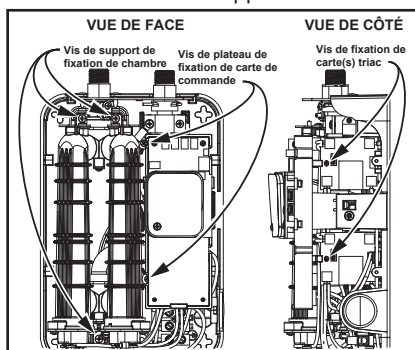

Figure 30 - Emplacement des vis de fixation.
**5** Trouver et retirer toutes les vis de fixation (7 au total) à l'aide d'un tournevis Phillips. Voir Figure 30. **IMPORTANT :** Conformément à la norme UL 499, NE PAS retirer la vis du fil de mise à la terre du support de fixation.
**6** Rattacher la chambre à l'aide des trois vis de support de fixation de chambre. Serrer les vis Phillips à la main, NE PAS trop serrer. Voir Figure 30.